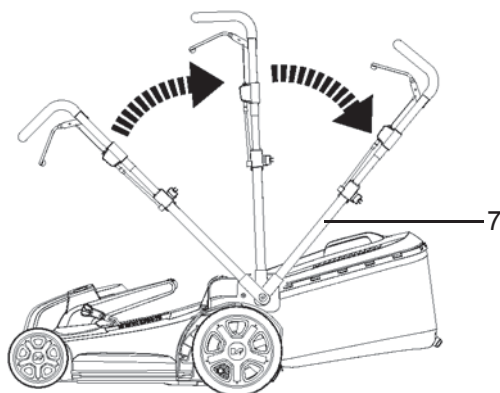

Fig.4
- > Faites pivoter le guidon [7] et déplacez-le en position de travail (Fig.4).